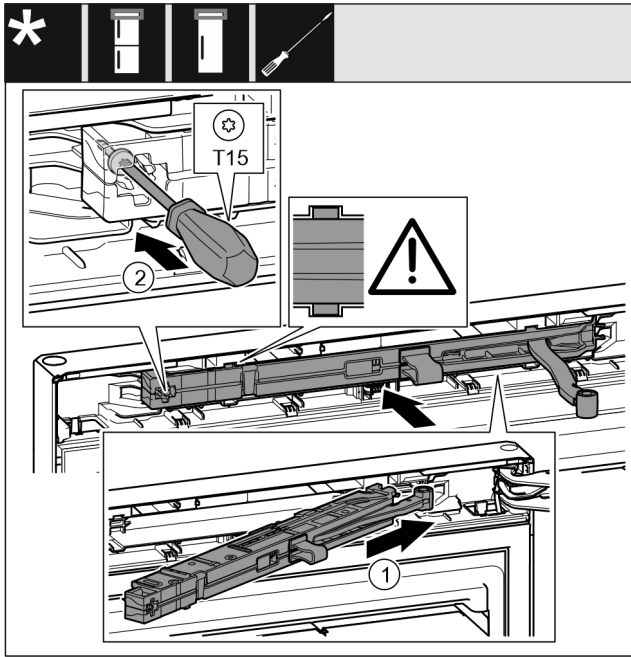

Fig. 30
- ▶ Shtyni pjerrtas deri në fund brenda në fole njësine e amortizatorit të mbylljes Fig. 30 (1), në anën e bazamentit mbështetës.
- ▶ Mbertheni fort vidën Fig. 30 (2) me një kaçavidë.